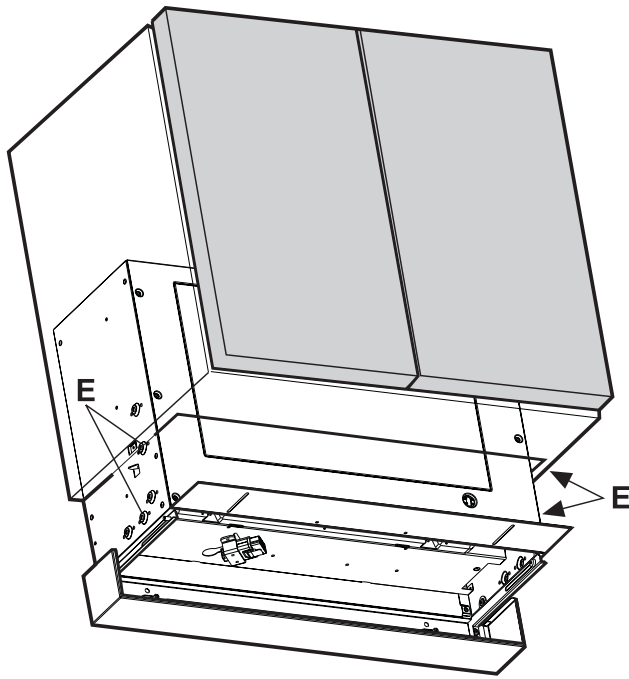
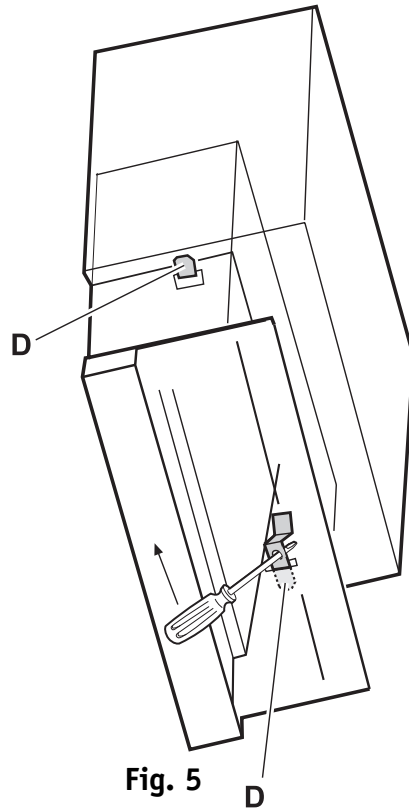
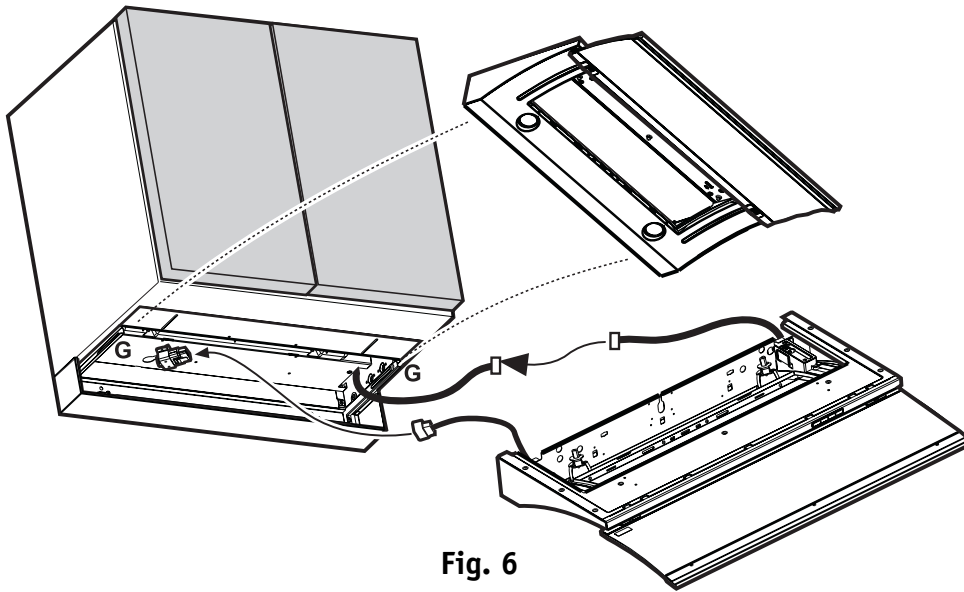

Fig. 4
Fig. 5
Fig. 6
4. Introduisez le châssis de la hotte dans l'élément mural (Fig. 4). Le châssis pourra être maintenu temporairement en position grâce aux ressorts latéraux **D** (Fig. 5) qui devront être emboîtés dans les orifices clôs de Ø 5 mm. Pour ce faire, appuyez sur les ressorts latéraux vers l'intérieur du châssis de la hotte à l'aide d'un tournevis qui permettra de faire levier.
5. Contrôlez que les coulisses **G** (Fig. 6) sont parfaitement parallèles par rapport au bord inférieur de l'élément mural. Ensuite fixez définitivement le châssis de la hotte aux parois latérales de l'élément mural au moyen de 4 vis (**E** - Fig. 4 - deux par côté). Les vis doivent être introduites **de l'intérieur du châssis de la hotte** vers le meuble, en face des 4 orifices clôs de Ø 2 mm que vous avez précédemment percés (voir opération 3).
6. Introduisez le châssis sur les coulisses **G** des supports. Réalisez ensuite les raccordements électriques du tiroir au châssis (Fig. 6).